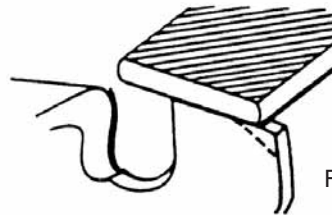

Fig. 4-4
- 4) Redondear la esquina frontal para mantener la forma original del calibre de profundidad después de usar la herramienta del calibre de profundidad. Respetar siempre el ajuste recomendado del calibre de profundidad, según el manual de mantenimiento o manual del operador de la sierra. (Fig. 4-4)